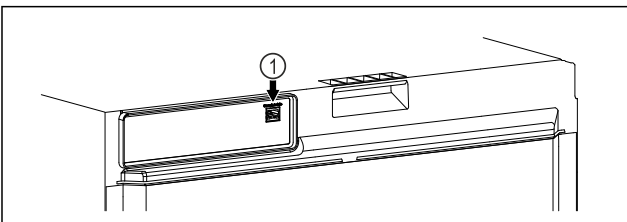

Fig. 100
- ❑ SmartModule Fig. 100 (1) 已使用。